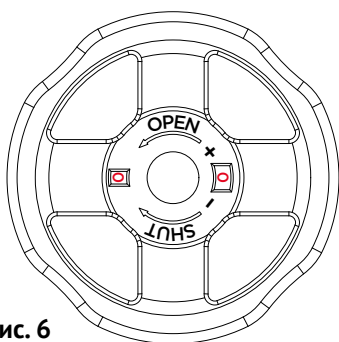

рис. 6
- Полностью закройте клапан, значение индикатора показывает 0,0 (см. **рис. 6**).